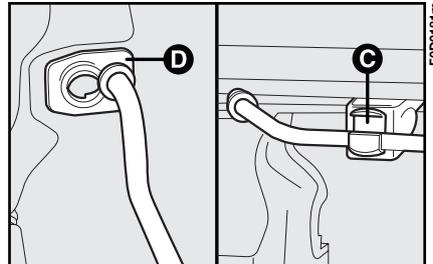

fig. 135
- suelte la varilla de sujeción del soporte **C**-fig. 135 y póngala en el alojamiento **D** del capó.
1) mantenga levantado el capó con **fig. 135** del alojamiento **D** y colóquela en su dispositivo de bloqueo **C**;